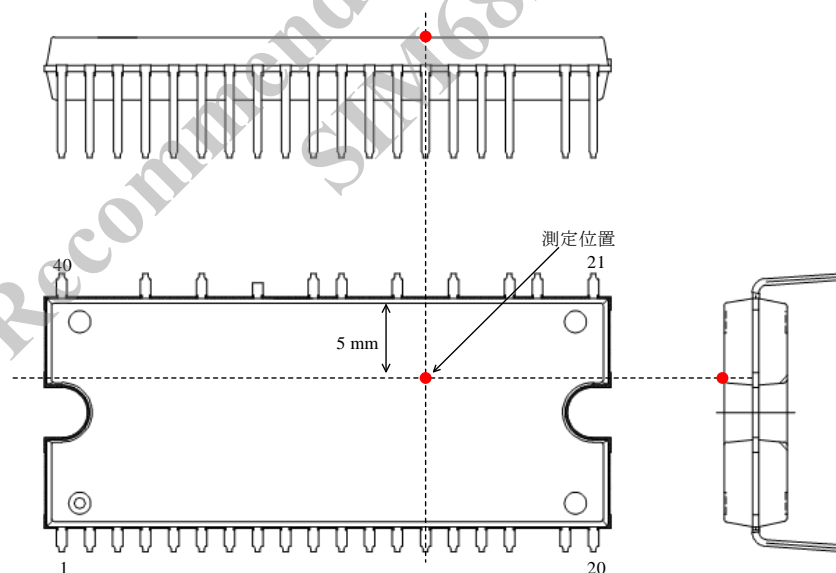

図 3-1 ケース温度測定位置
(1) ケース温度は図 3-1 で規定
(2) 内部スイッチング素子のジャンクションとケース間の定常熱抵抗 (過渡熱特性は 15.2 項を参照)
(3) 内部フリーホイールダイオードのジャンクションとケース間の定常熱抵抗